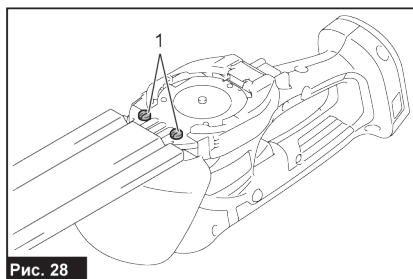

Рис. 28
7. Надежно затяните отверткой два винта (рис. 28).